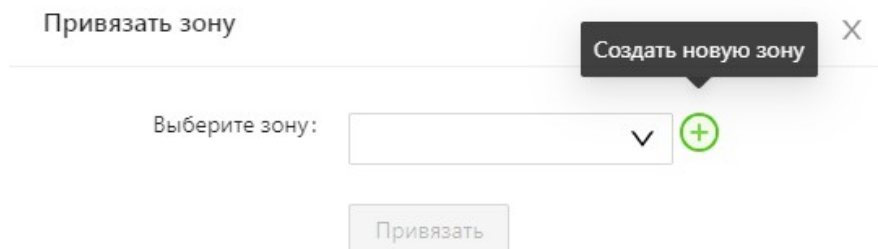

Рисунок 7.109 – Окно «Привязать зону»
- в) после размещения зоны на плане откроется окно «**Привязать зону**» в соответствии с рисунком Рисунок 7.109, в котором выберите существующую зону из раскрывающегося списка или создайте новую зону с помощью кнопки .